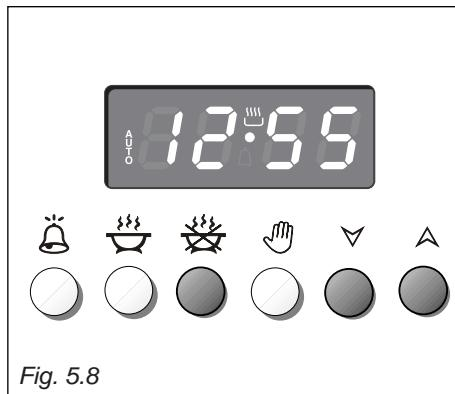

Fig. 5.8
2. Still inn tilberedningsslutt ved å trykke på  og  eller  (Fig. 5.8).